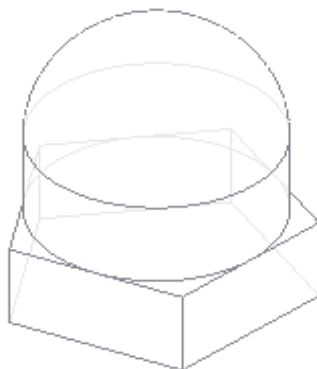

Рисунок 5.36 – Результат операции **Приклеить вращением**
9. Формируем половину шара с использованием операции  **Приклеить вращением**. Способом построения должен быть **Сфероид**, а на вкладке **Тонкая стенка** установлен вариант **Нет**. Результат показан на рис. 5.36.